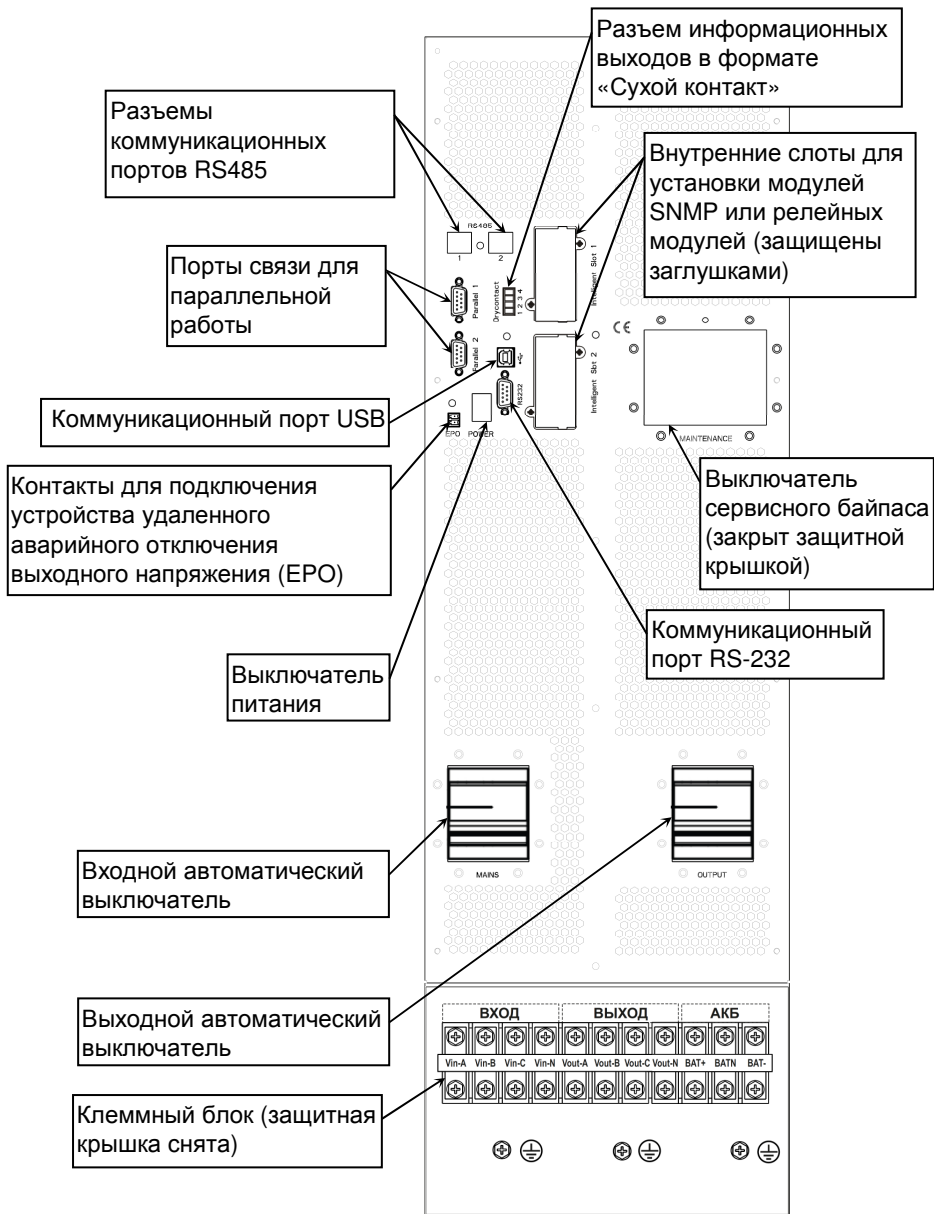

Рисунок 2 — Общий вид задней панели изделия со снятой крышкой клеммного блока
**На задней панели изделия** расположены: входной и выходной автоматические выключатели, защитная крышка, под которой расположен блок с винтовыми клеммами для подключения кабелей входа, выхода, и внешней аккумуляторной батареи, защитная крышка, под которой находится выключатель сервисного байпаса, вентилятор охлаждения и разъемы коммутационных портов (см. рисунок 2).